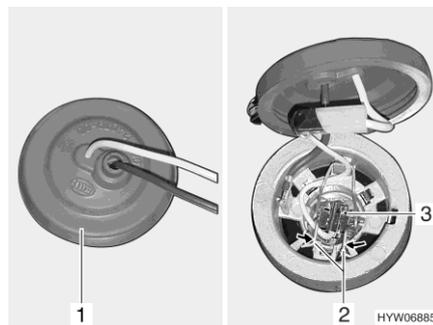

Fig. 215 Luce fendinebbia
- Afferrare dietro la luce fendinebbia e togliere il copripolvere di gomma dall'involucro (Fig. 215,1).
- Stringere la staffa di metallo (Fig. 215,2) ed estrarla dal supporto.
- Estrarre dall'involucro la lampada ad incandescenza (Fig. 215,3) con il cavo.